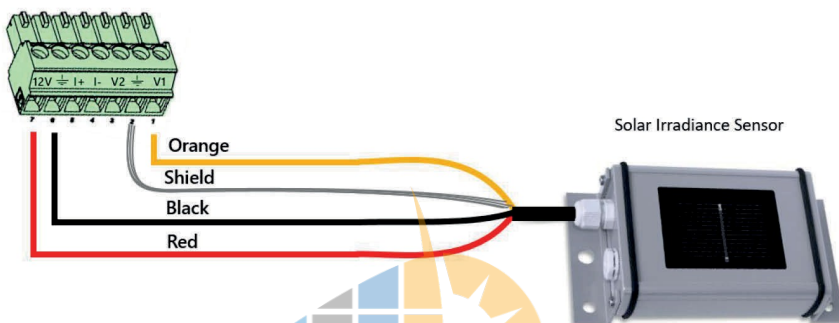

Abbildung 20: Anschluss des Sonneneinstrahlungssensors
- 1 Schließen Sie die dünnen Drähte wie folgt an den Sensoranschluss des Steuerungs- und Kommunikations-Gateways an (siehe Abbildung 20):